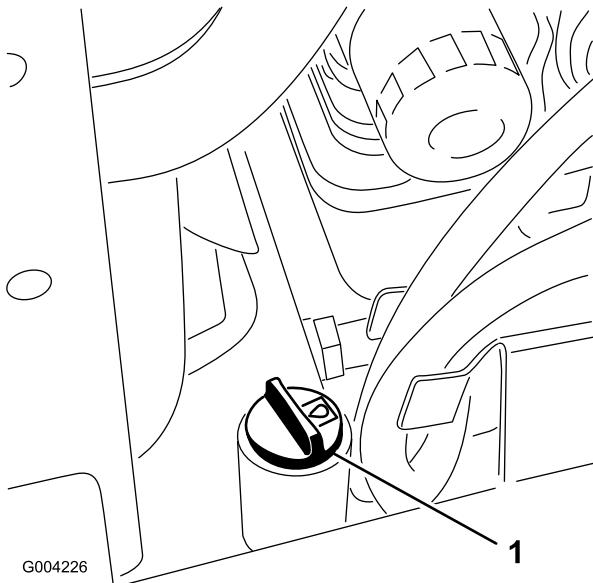

Bild 18
- Reinigen Sie den Bereich um den Einfüllstutzen des Hydraulikölbehälters (Bild 18).